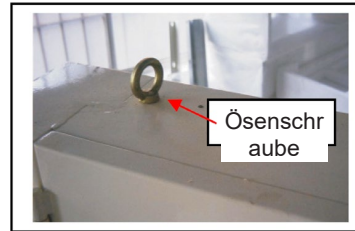

Abbildung 1
1. Stecken Sie den Hebehaken durch die Ösenschraube. (siehe Abbildung 1)